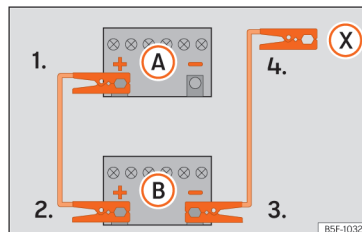

Abb. 44 Anschlusschema für Fahrzeuge ohne Start-Stopp-System.
Fahrzeugs mit der entladenen Fahrzeugbatterie (A) » Abb. 44.
3. Klemmen Sie das andere Ende des roten Starthilfekabels an den Pluspol (+) des Strom gebenden Fahrzeugs (B).
- 4a. Bei Fahrzeugen ohne Start-Stopp-System: klemmen Sie ein Ende des schwarzen Starthilfekabels an den Minuspol (-) des stromgebenden Fahrzeugs (B) » Abb. 44.